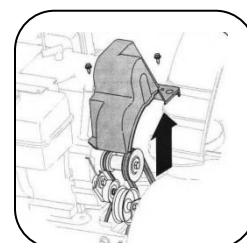

Figure 20
1. Retirez le couvercle de la courroie à l'avant du moteur en retirant les deux vis auto-taraudeuses. Reportez-vous à la Figure 20.